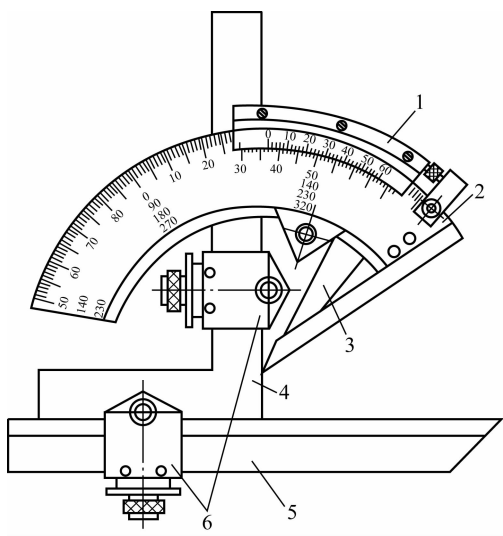

图 1-33 游标万能角度尺结构考查
- (1)游标万能角度尺是用来测量工件内、外_____的量具。其测量精度有_____和_____两种,测量范围为_____。
- (2)说出图 1-33 所示游标万能角度尺各数字所代表的名称:1 _____、2 _____、3 _____、4 _____、5 _____、6 _____。